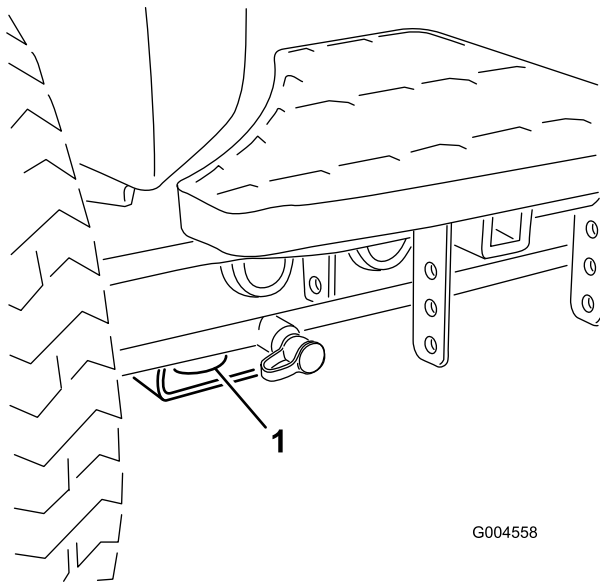
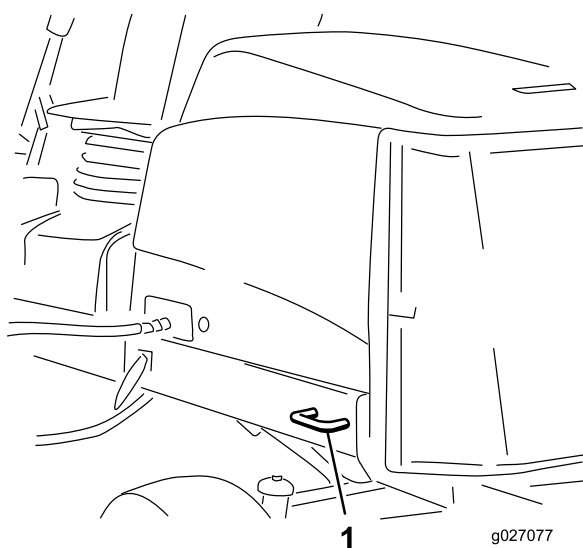

Figura 37
Figura 38
- Posteriori – Ogni lato della macchina sul telaio posteriore (Figura 38).
5. Utilizzate gli ancoraggi metallici sulla macchina per fissare saldamente la macchina al rimorchio o all'autocarro per mezzo di cinghie, catene, cavi o corde (Figura 37 e Figura 38).
- Anteriore – Foro nel supporto rettangolare, sotto il tubo dell'assale, all'interno delle ruote anteriori (Figura 37)
- Posteriori – Ogni lato della macchina sul telaio posteriore (Figura 38)